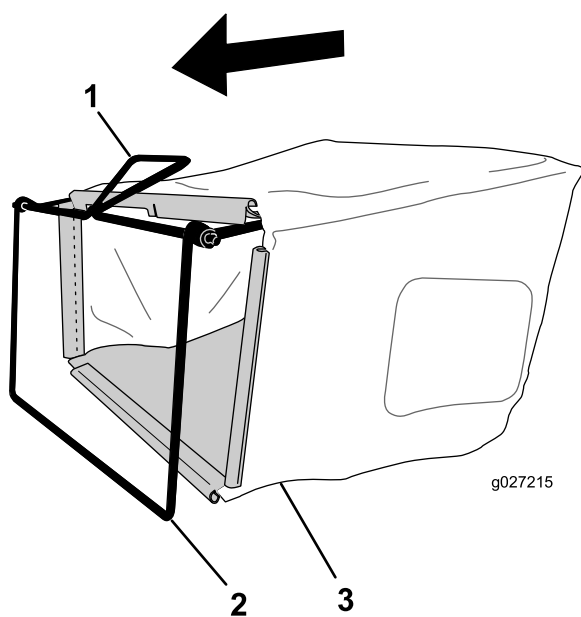

Figura 7
1. Deslize o saco de relva sobre estrutura como se mostra na Figura 7.
**Nota:** Não deslize o saco sobre o manipulador (Figura 7).